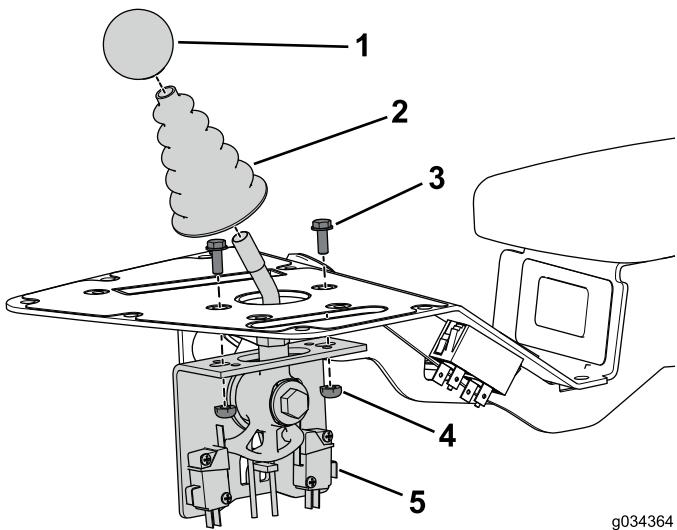

图4
1. 拆下并保留从剪草控制装置轴上卸下的旋钮（图4）。
2. 拆下并保留从剪草控制装置轴上卸下的防尘罩（图4）。
3. 卸下并保留将剪草控制装置总成固定至控制台总成的2个螺栓和锁紧螺母（图4）。